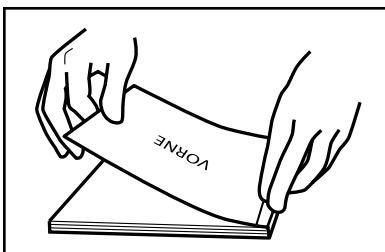

ABBILDUNG 16
8. Legen Sie die Vorderseite des Umschlages vorsichtig über den Buchblock. Fangen Sie in der Mitte an, reiben Sie vor und zurück, um den Umschlag an dem Klebstoff des Dokumentes zu befestigen (siehe Abbildung 16).